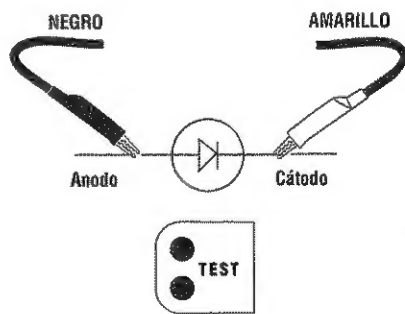

Figura 2
- 4) Invierta las conexiones de los cables para probar en el diodo. (Refiérase a la figura 2 abajo).